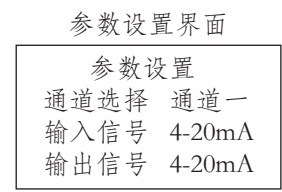

图4
1、在“菜单界面”下，按“ \uparrow ”、“ \downarrow ”或“ \rightarrow ”键移动光标，选择所需要设置的菜单，按“Enter”键进入该菜单“参数设置界面”，如图4所示；